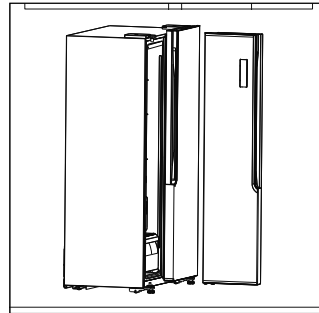

Abb. 7
- ▶ Heben Sie die Tür ab und legen Sie die Tür auf eine weiche Unterlage (siehe **Abb. 7**).